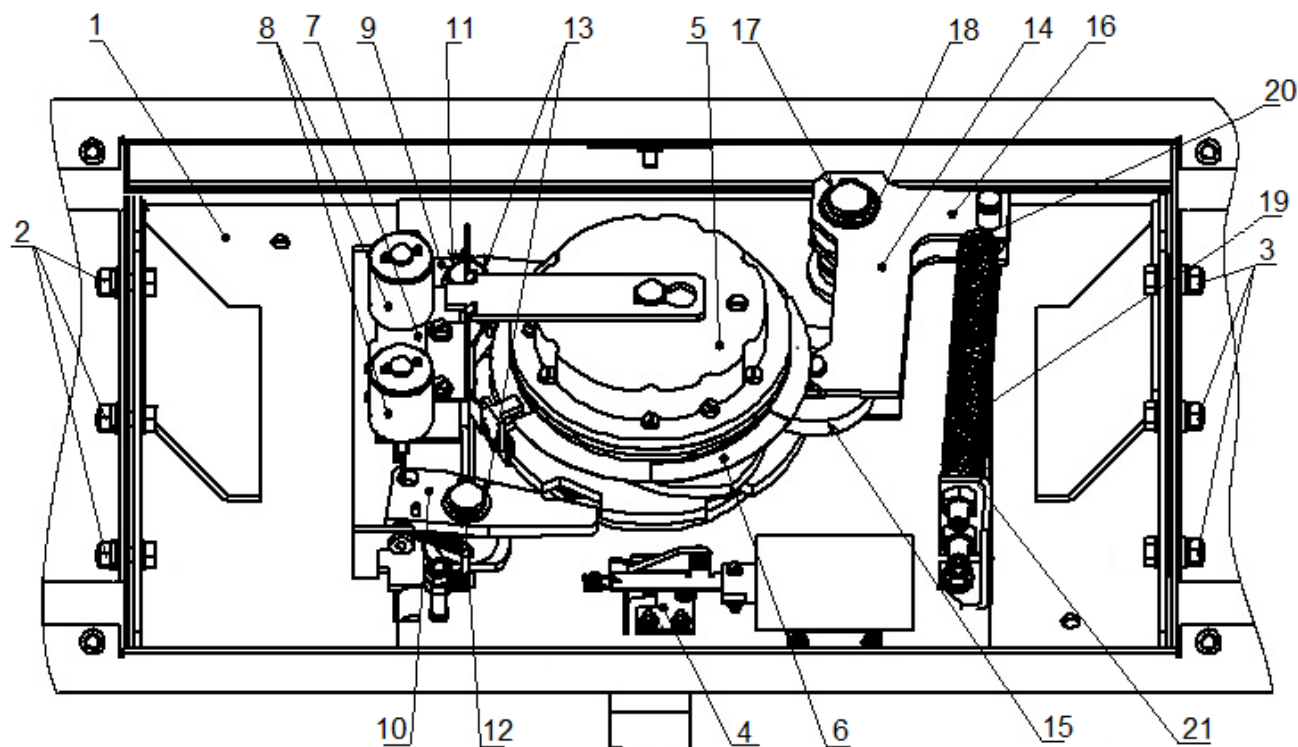

Рисунок 24. Узел вращения преграждающих планок турникета.
4. Снимите основную крышку (2) турникета в порядке, указанном в разд. 6, и положите ее на ровную устойчивую поверхность.
6. Осмотрите узел вращения преграждающих планок турникета (см. рис. 24): устройство доворота (толкатель, пружины и ролик), оптические датчики поворота преграждающих планок и демпфирующее устройство.
7. Удалите чистой ветошью, смоченной спирто-бензиновой смесью, возможное загрязнение с поверхности кольца контрольного (6, рис. 24), находящегося в зазоре оптических датчиков поворота преграждающих планок.
- смазкой **Chain and Rope Lube Spray - WEICON** оси вращения рычага толкателя (17, рис. 24) ролика (15, рис. 24) и стопоров (11, 12, рис. 24);
- смазкой **Chain and Rope Lube Spray - WEICON** детали механизма аварийного открытия прохода (4, рис. 24);
- смазкой **ШРУС-4** точки крепления пружин доворота (20, 21, рис. 24).
12. Проверьте крепление преграждающих планок (5) в шарнирных узлах турникета и, при необходимости, подтяните крепежные винты.